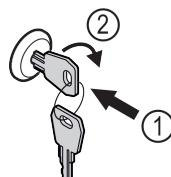

Fig. 194
- Вдавити ключ. Fig. 194 (1)
- Повернути ключ на 90° за годинниковою стрілкою. Fig. 194 (2)